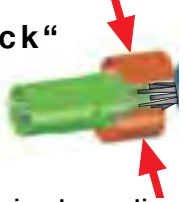

Fig. 15.6 Kupplungseinsatz montieren
3. Isolierhülse (10) auf Kupplungseinsatz (12) schieben (Fig. 15.6).
4. Kupplungseinsatz (12) mit Führungsnase in die Führungsnute der Kupplungshülse (13) stecken (Fig. 15.6).